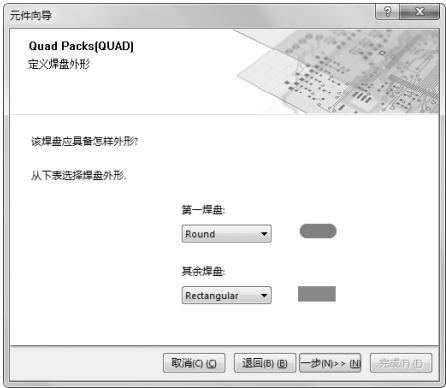

图 11-32 焊盘形状设定对话框
(4) 单击“下一步”按钮，进入焊盘形状设定对话框，如图 11-32 所示。在这里使用默认设置，第一焊盘为圆形，其余焊盘为方形，以便于区分。